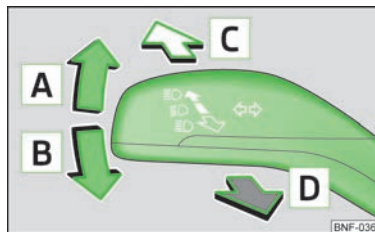

Abb. 24
- Den Fernlichthebel zum Einschalten des Fernlichts nach vorn drücken » Abb. 24.
- Den Hebel nach oben **A** » Abb. 24 bzw. nach unten **B** drücken.
- Den Hebel nach vorn in Pfeilrichtung **C** » Abb. 24 drücken.
- › Den Hebel zum Lenkrad (gefederte Stellung) in Pfeilrichtung **D** » Abb. 24 ziehen - das Fernlicht und die Kontrollleuchte  im Kombi-Instrument leuchten auf.